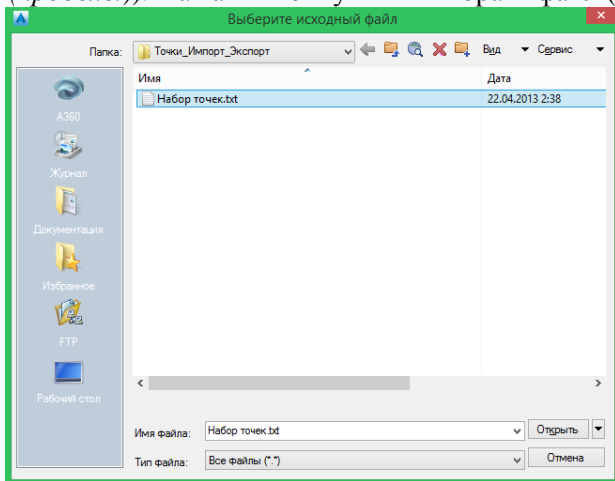

Рис. 8. Окно выбора файла
4. В появившемся диалоговом окне указать соответствующий формат файла точек в зависимости от последовательности записей и разделителя между ними (для задания *Номер Восток Север* *Отметка (пробелы)*). Нажать кнопку  и выбрать файл (рис. 8).